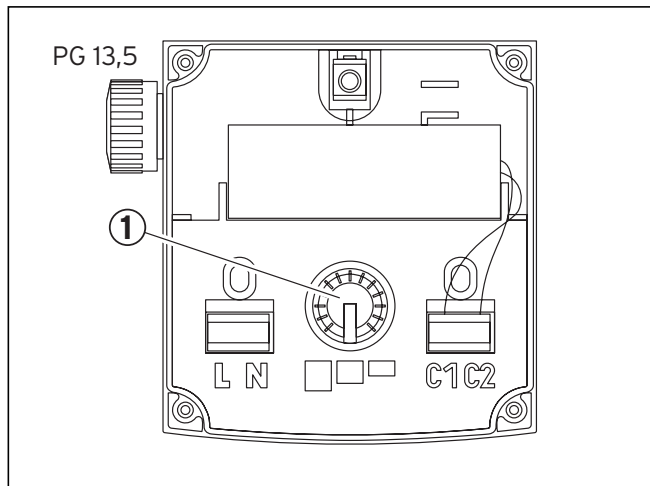

Fig. 8.2 N.º art.: 309 442
- Modelos EM: Ajustar el número de revoluciones de deseado en el interruptor giratorio de tres niveles (fig. 8.2 y 8.3, pos. 1) de la caja de bornes.